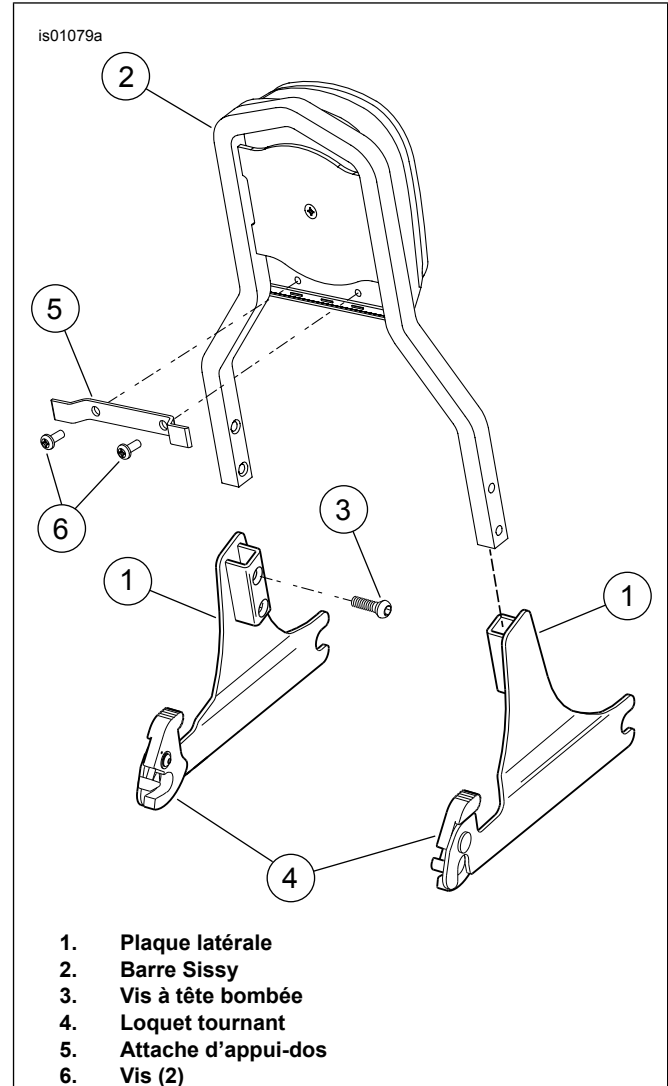

Figure 1. Ensemble de plaque latérale de barre Sissy amovible
Voir Figure 1. Installer la barre Sissy (2) nouvelle ou existante sur les plaques latérales (1) amovibles à l'aide de quatre vis à tête bombée (3). Enduire de Loctite® 262 (rouge) les vis avant l'installation. Serrer les vis à un couple de 11–14 N-m (96–120 in-lbs).